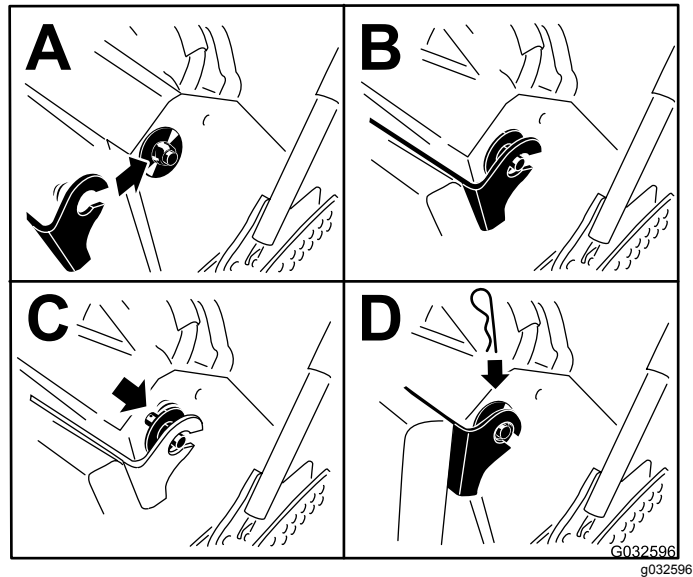

Figura 34
7. Deslize os casquilhos plásticos das anilhas grandes para a braçadeira da almofada e fixe-os com um contrapino (Figura 34).
6. Eleve a proteção e deslize-a para os pinos em ambos os lados da máquina (Figura 34).